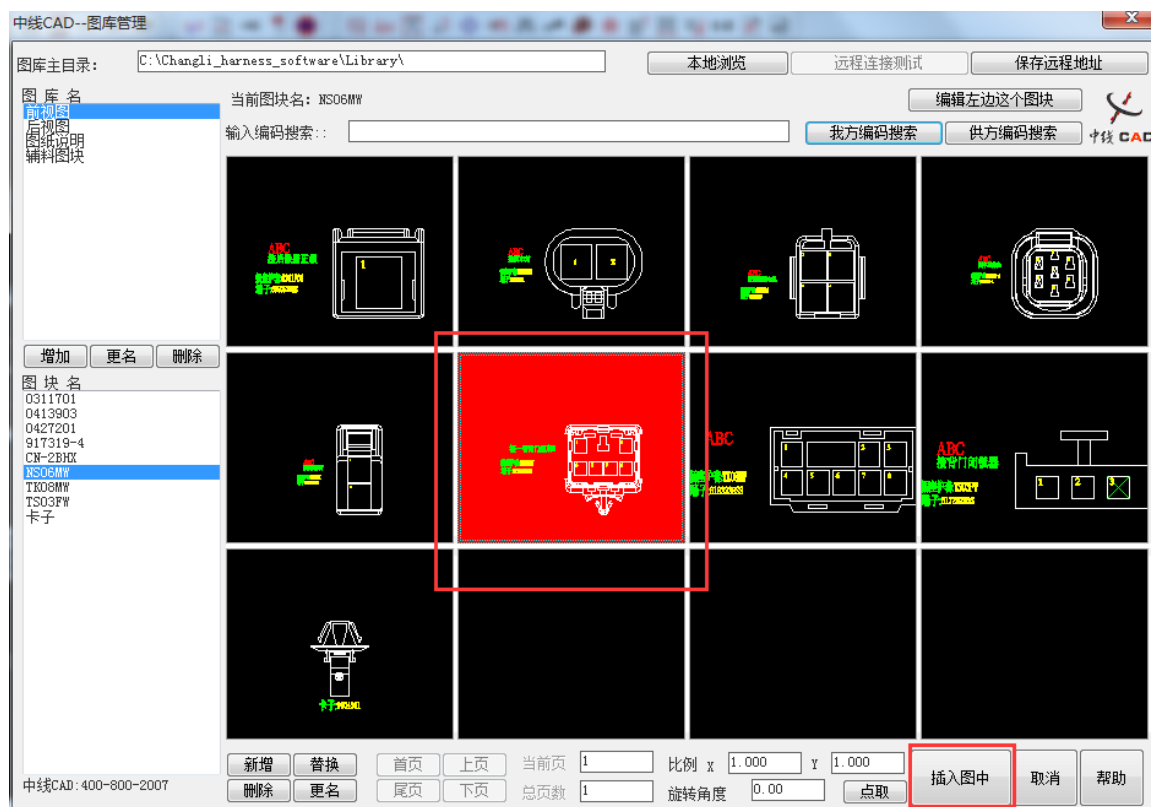
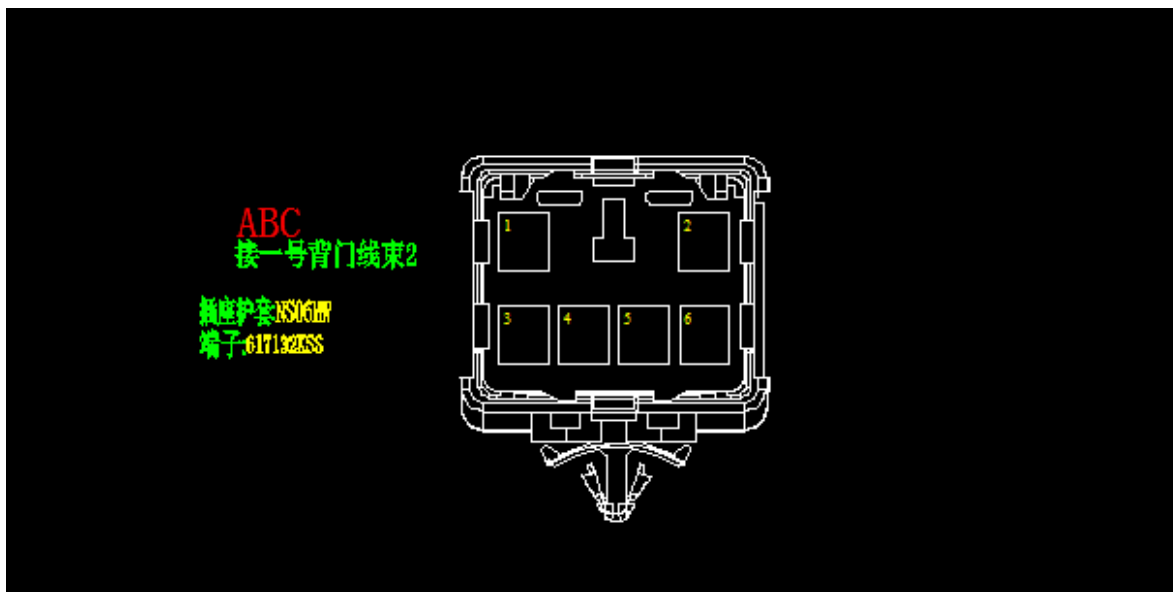

图 1-4
图 1-5
4. 选中合适的连接器块单击【插入图中】，可将选中的连接器块插入图纸中，如图 1-4 所示，插入图纸中的效果如图 1-5 所示；